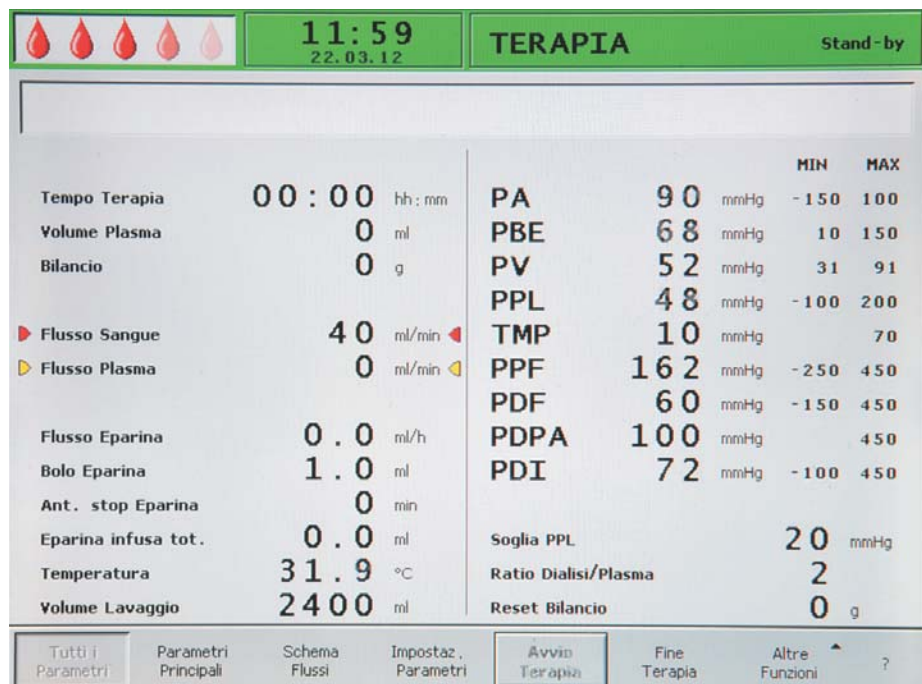

Fig. 2-12 Videata di tutti i parametri
- Tutti i parametri (Fig. 2-12)